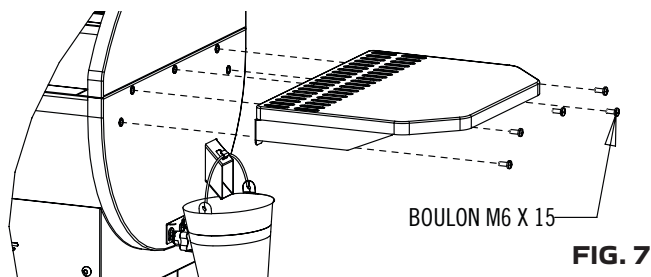

FIG. 7
1. Installer l'étagère comme illustré à la Fig 7.